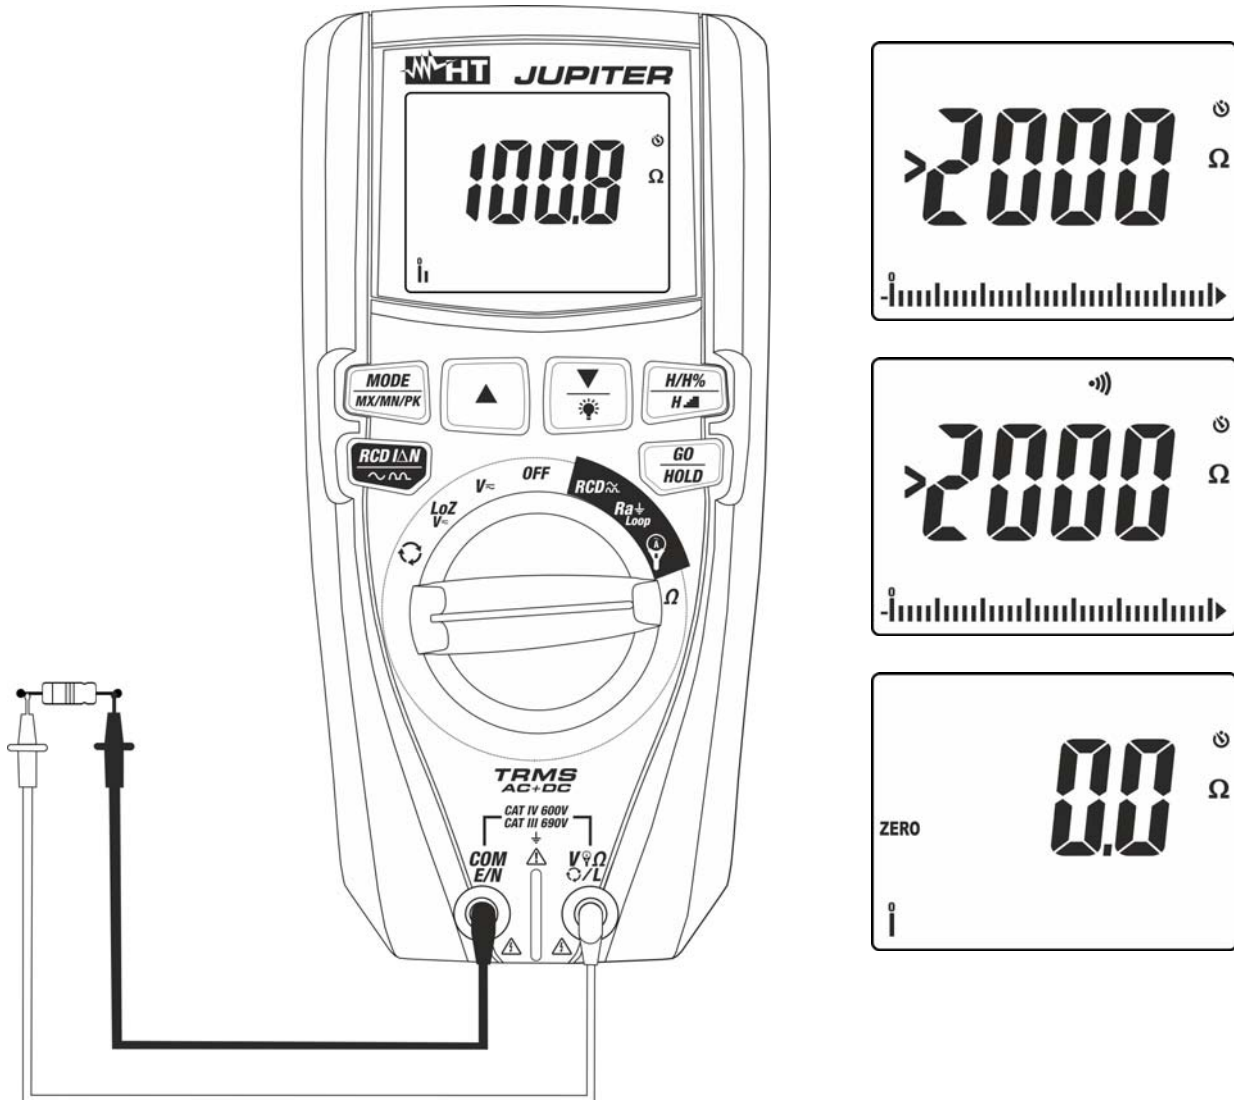

Fig. 11: Uso del instrumento para medida de Resistencia y Prueba de continuidad
4. Posicione las puntas en los puntos deseados del circuito en examen (ver Fig. 11). El valor de la resistencia se muestra en pantalla
5. Si en pantalla se muestra el mensaje ">2000 $\Omega$ " (ver Fig. 11) se ha alcanzado el fondo escala del instrumento